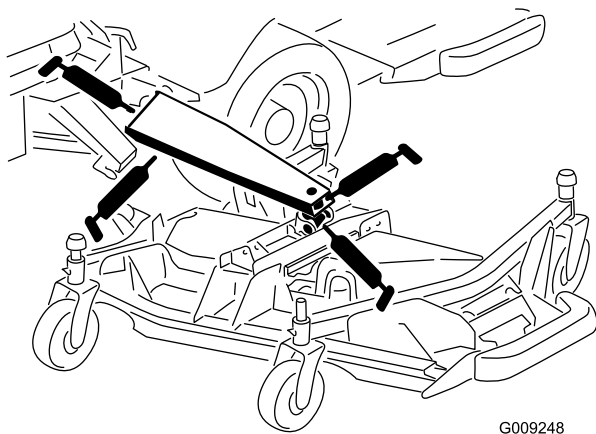

Bild 56
- Haupthubarmbüchsen (3) (Bild 56)
- Hubzylinderbüchsen (1) (Bild 56)